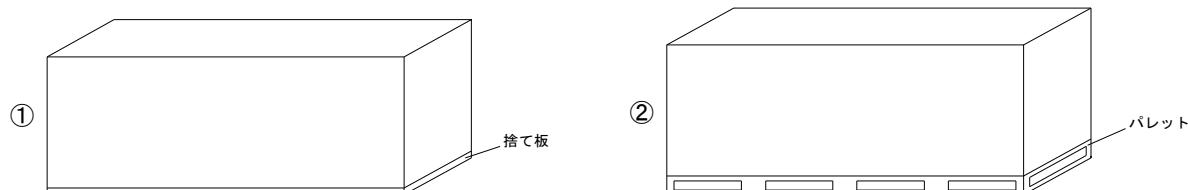

図 1 タイガーEX ハイパー保管概略図
- ・タイガーEX ハイパーの保管は、波打ちや反りを防止するため高さのそろった台上にボードの縁が台からはみ出ないようにしてください (図 1 参照)。また、各山の一番上のボードは裏面を上面とし、タイガーEX ハイパーを屋外で保管する場合は、必ずパレット積みとしてください。